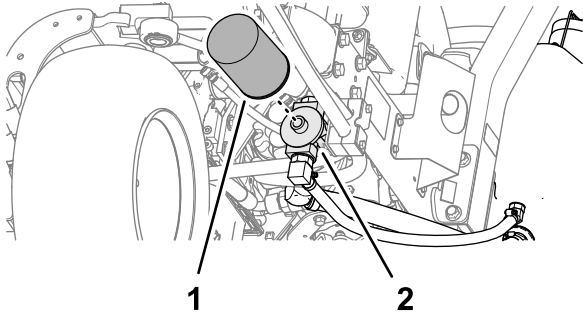

Figura 92
2. Limpie la zona de montaje del filtro. Coloque un recipiente debajo del filtro (Figura 92) y retire el filtro.